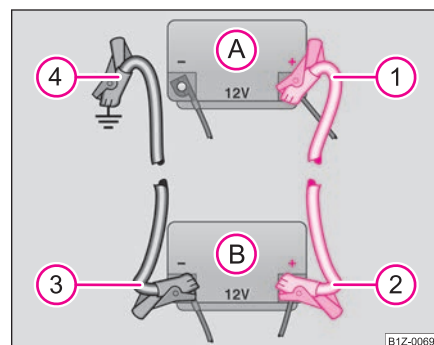

Fig. 195 Executarea pornirii cu ajutorul bateriei altui autovehicul: A - bateria descărcată, B -bateria furnizoare de curent
- Prindeți un capăt la polul plus (1) ⇒ fig. 195 al bateriei descărcate (A).
- Prindeți celălalt capăt la polul plus (2) al bateriei care furnizează curent (B). ▶